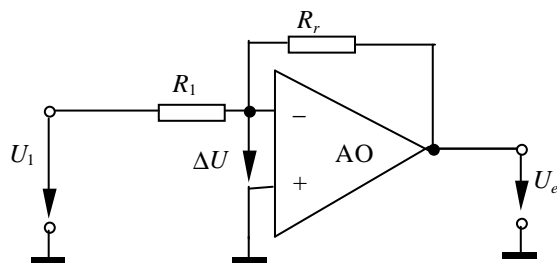

Fig. 4. Amplificator inversor.
1.2.1. Amplificatorul inversor are schema din fig. 4. Pentru $Z_2 \rightarrow \infty$, $A_0 \rightarrow \infty$, rezultă: